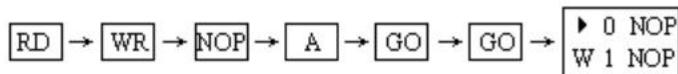

图 1 PLC 清零方法
3. 写入程序前，需对 PLC “RAM” 全部清零，当液晶显示屏上显示全是“NOP”时，即可输入程序。清零方法如图 1 所示。